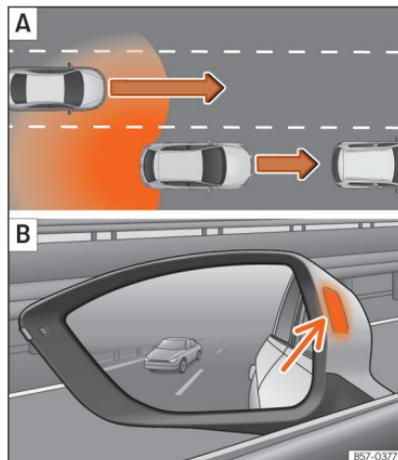

Abb. 129 Schematische Darstellung: **A** Überholen mit Verkehr im hinteren Bereich. **B** Anzeige des Spurwechselassistenten links.
In folgenden Situationen wird die Anzeige in der Kontrollleuchte **»»** (Abb. 129) **B** (Pfeil) oder **»»** (Abb. 130) **B** (Pfeil) dargestellt:
- Bei einer Überholung durch ein anderes Fahrzeug **»»** (Abb. 129) **A**.